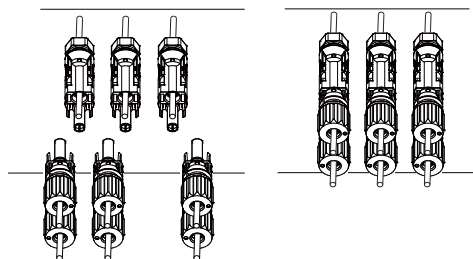

图5.6直流输入连接
d) 最后将光伏连接器插入逆变器的光伏正负输入端，如图5.6所示。